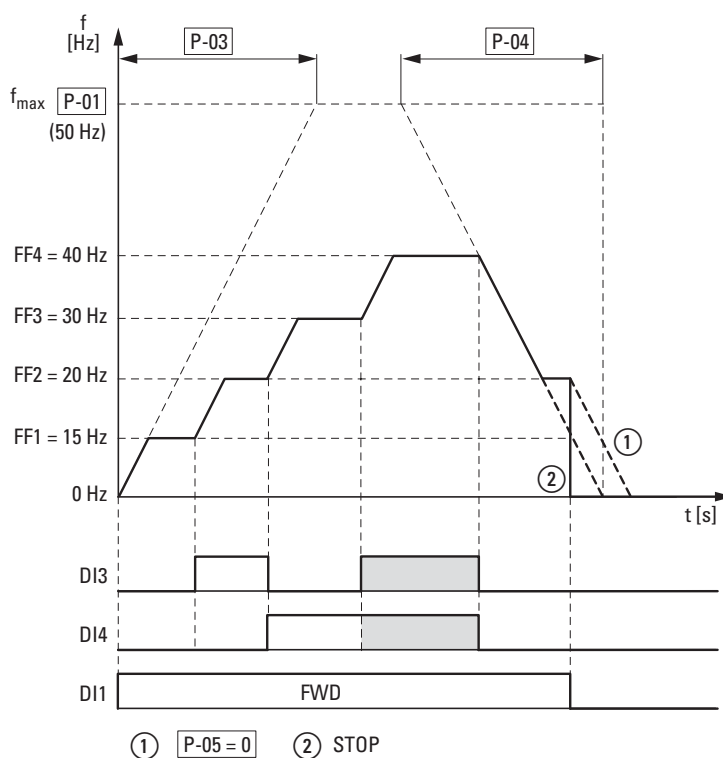

Figura 77: Esempio: attivazione delle frequenze fisse con rampe di accelerazione e di ritardo
Il cambio tra i singoli valori di frequenze fisse avviene secondo i tempi di accelerazione e ritardo impostati in  $P-03$  e  $P-04$  (→ Figura 77). Quando si disinseriscono i consensi FWD e REV, la frequenza di uscita viene bloccata direttamente ② (uscita non guidata).